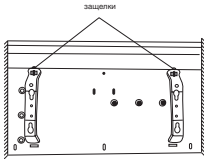

Рис. 4
- нажмите на защелки и потяните кронштейн на себя нажав вниз на две защелки (рис. 4);
Произвести чистку пространства позади установленного на стене обогревателя довольно несложно. Нажмите вниз две защелки (рис. 4) на задней стенке обогревателя, и потяните сам обогреватель вперед. После того, как он будет снят, можно будет вымыть стенку, на которой он был установлен.